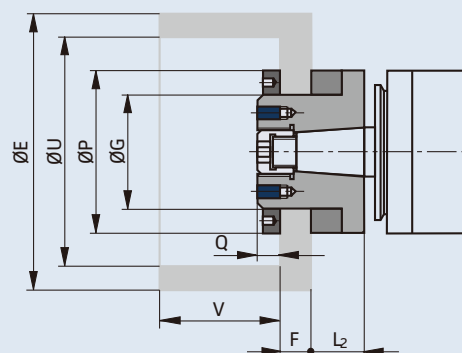

図3 フランジ形状 SN
- ・ 標準仕様 : TSAV100 ~ TSAV200 用フランジ形状 SN (図 3,4)